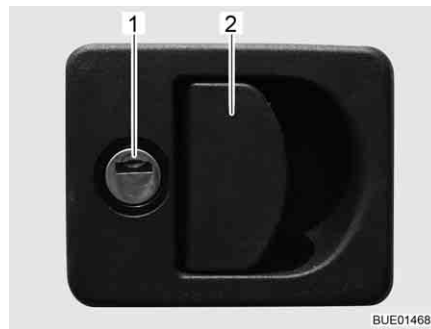

Fig. 47 Fechadura de alçapão com invólucro do manípulo
- Meta a chave no canhão da fechadura (Fig. 47,1), girando-a um quarto de volta. A fechadura de alçapão está destrancada.
- Puxe o manípulo da fechadura (Fig. 47,2). A porta de alçapão está aberta.